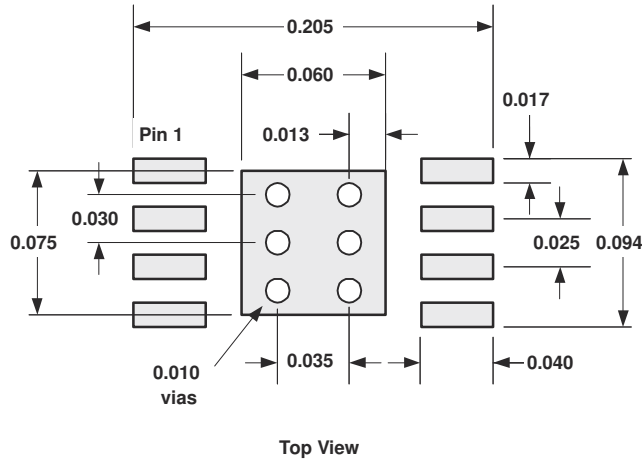
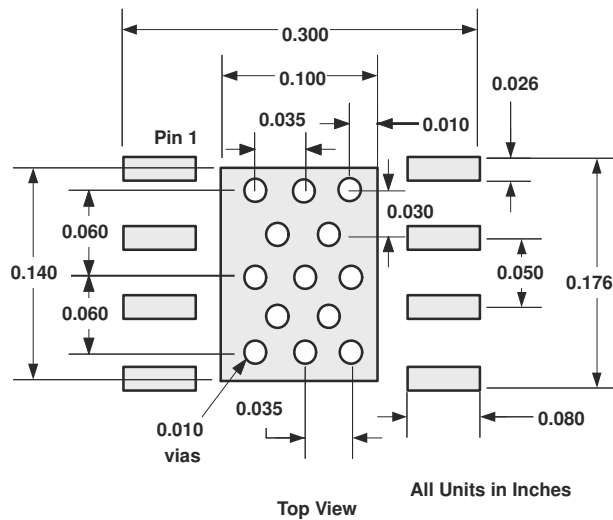

图 8-14. DGN PowerPAD™ 集成电路封装 PCB 蚀刻和过孔布局
图 8-15. DDA PowerPAD™ 集成电路封装 PCB 蚀刻和过孔布局
1. 图 8-14 和 图 8-15 显示了采用顶部蚀刻布局的 PCB。不仅引线必须进行蚀刻，还要对散热焊盘进行蚀刻。